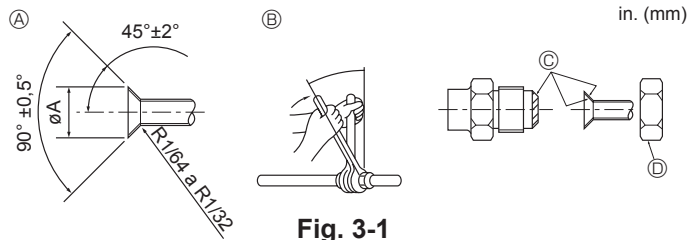

Fig. 3-1
3.2. Tubos de conexión (Fig. 3-1)